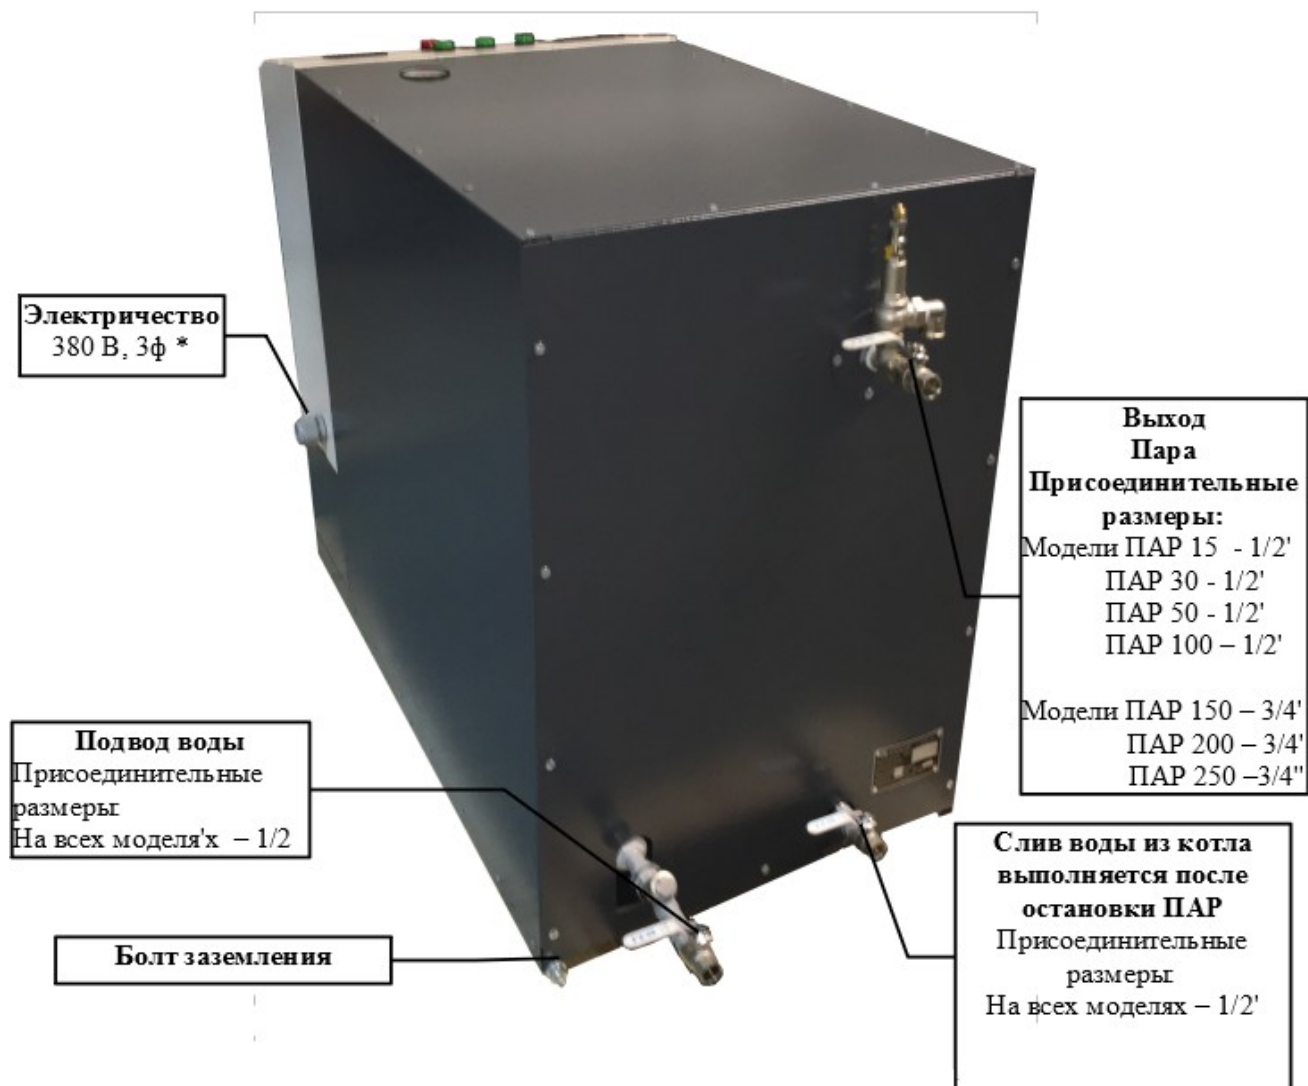

Рисунок 4: СХЕМА ПОДСОЕДИНЕНИЯ
3.2.3. Место установки парогенератора должно быть обеспечено питающей электрической линией с вводным устройством защитного отключения, водопроводом и дренажной системой (см. рис. 4).